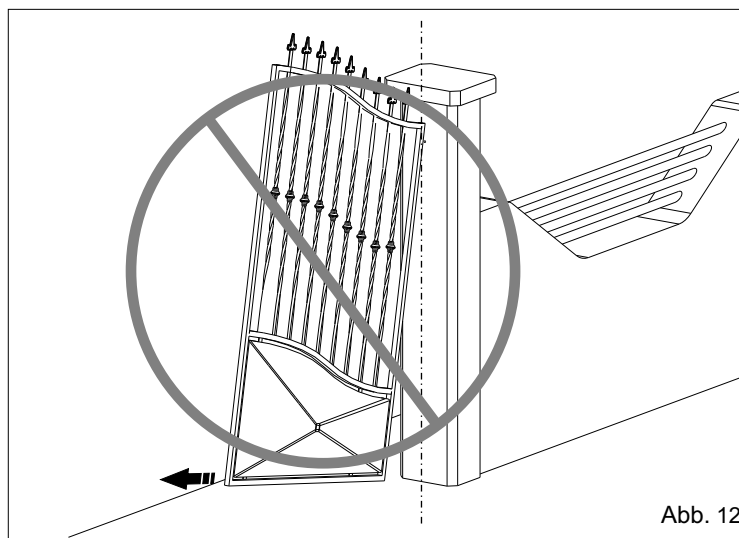
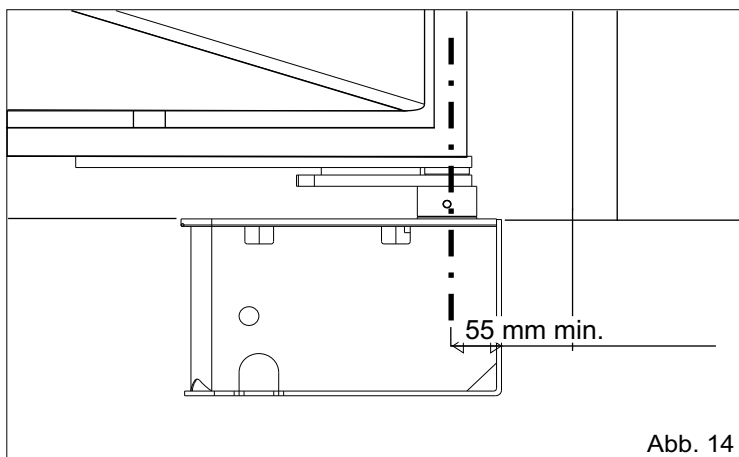

Abb. 12
Abb. 14
3.3. Darauf achten, dass die Flügel nicht außerhalb der Achsen (Abb. 12 und 13) positioniert werden, und so vorgehen dass die Welle mit der Rotationsachse des Scharniers übereinstimmt und berücksichtigen, dass der Mindestabstand von der Säule 55 mm ist (Abb. 14).